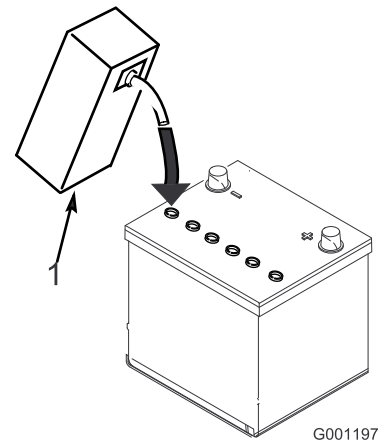

Figura 22
3. Espere unos 20–30 minutos para que el electrolito penetre en las placas. Rellene según sea necesario para que el electrolito llegue a una distancia de 6 mm aproximadamente del fondo del hueco de llenado (Figura 22).